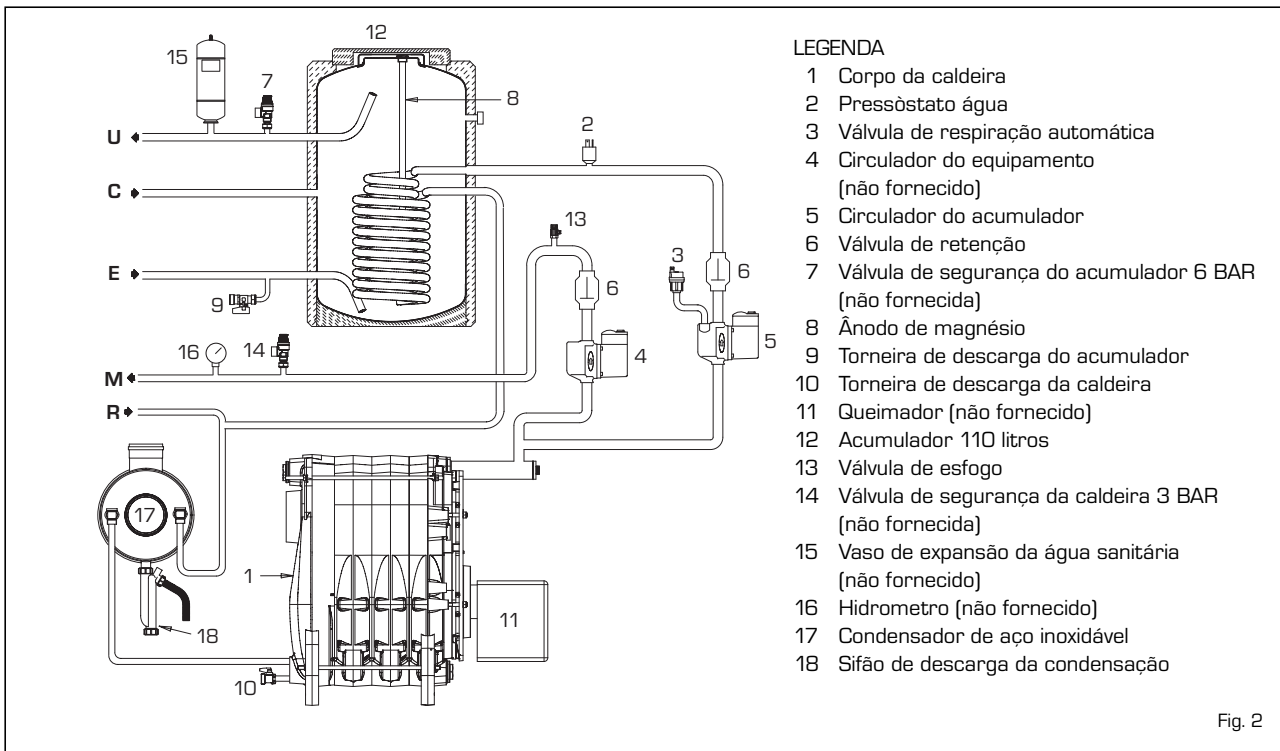

Fig. 2
2.3.1 Acessórios a instalar (fig. 2)
Para facilitar esta operação colocar horizontalmente a ranhura do parafuso de aperto da válvula de retenção (6 fig. 2).